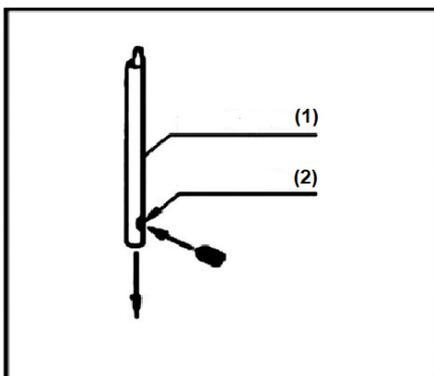

Figure 3
- Lors de l'installation de l'aiguille de poinçonnage et de la matrice, insérez l'aiguille dans la pince de façon à ce que le trou pointe vers la tige de la vis de montage, puis serrez-la. Insérez la matrice dans la tige de poinçonnage et serrez le capuchon à vis de fixation. Enfin, insérez la tige de poinçonnage dans l'outil de sorte que l'aiguille de poinçonnage passe par le trou de l'outil et serrez le capuchon à vis pour fixer la tige de poinçonnage. Une fois que vous avez terminé de remplacer l'aiguille et le jeu, graissez-les (Fig. 3 et 4).